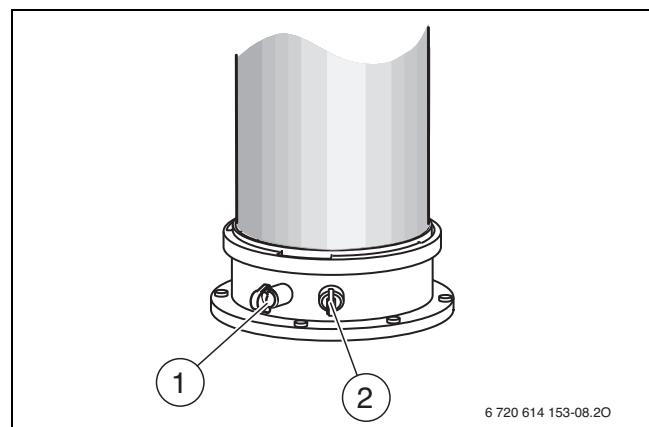

Bild 10 Abgasmessstutzen und Verbrennungsluft-Messstutzen
- Stopfen am Verbrennungsluft-Messstutzen (→ Bild 10, [2]) entfernen.
- Stopfen am Abgasmessstutzen (→ Bild 10, [1]) entfernen.